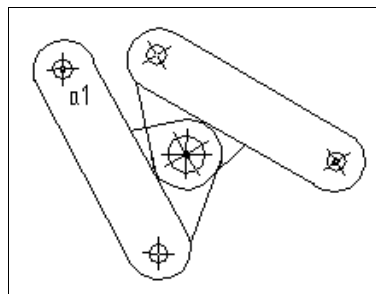

Рис. 10.4. Выполнение поворота
- ◆ задайте ЛК мыши точку центра поворота С. Обычно за точку центра поворота принимают центр окружности (рис. 10.4);